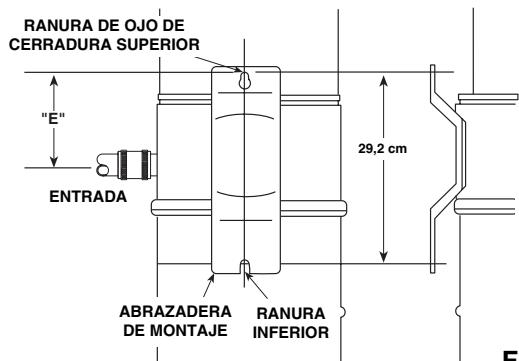

FIGURA 27
- Taladre agujeros de pilotos de 0,5 cm de diámetro para los dos (2) tornillos de montaje en un montante de pared o soporte fuerte. Véase la Figura 27.